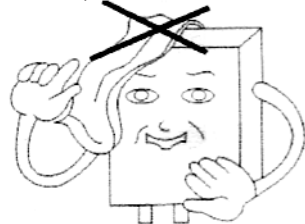

Fig. 12
-No almacene sustancias inflamables, explosivas o volátiles cerca del calentador de agua (Fig. 12).